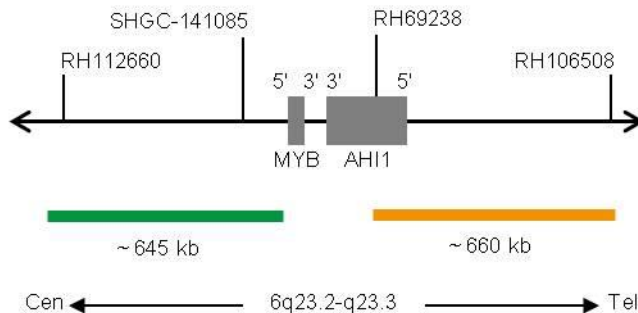

Fig. 1 : Carte de la sonde SPEC MYB (pas à l'échelle)
- Polynucléotides marqués au ZyGreen (excitation 503 nm/émission 528 nm) (~10 ng/ μ l), qui ciblent des séquences en 6q23.2-q23.3* (chr6:134,840,690-135,483,752) proximale de la région des points de rupture de MYB (voir figure 1).
- Polynucléotides marqués au ZyOrange (excitation 547 nm/émission 572 nm) (~4.5 ng/ μ l), qui ciblent des séquences en 6q23.3* (chr6:135,728,667-136,390,142) distale de la région des points de rupture de MYB (voir figure 1).